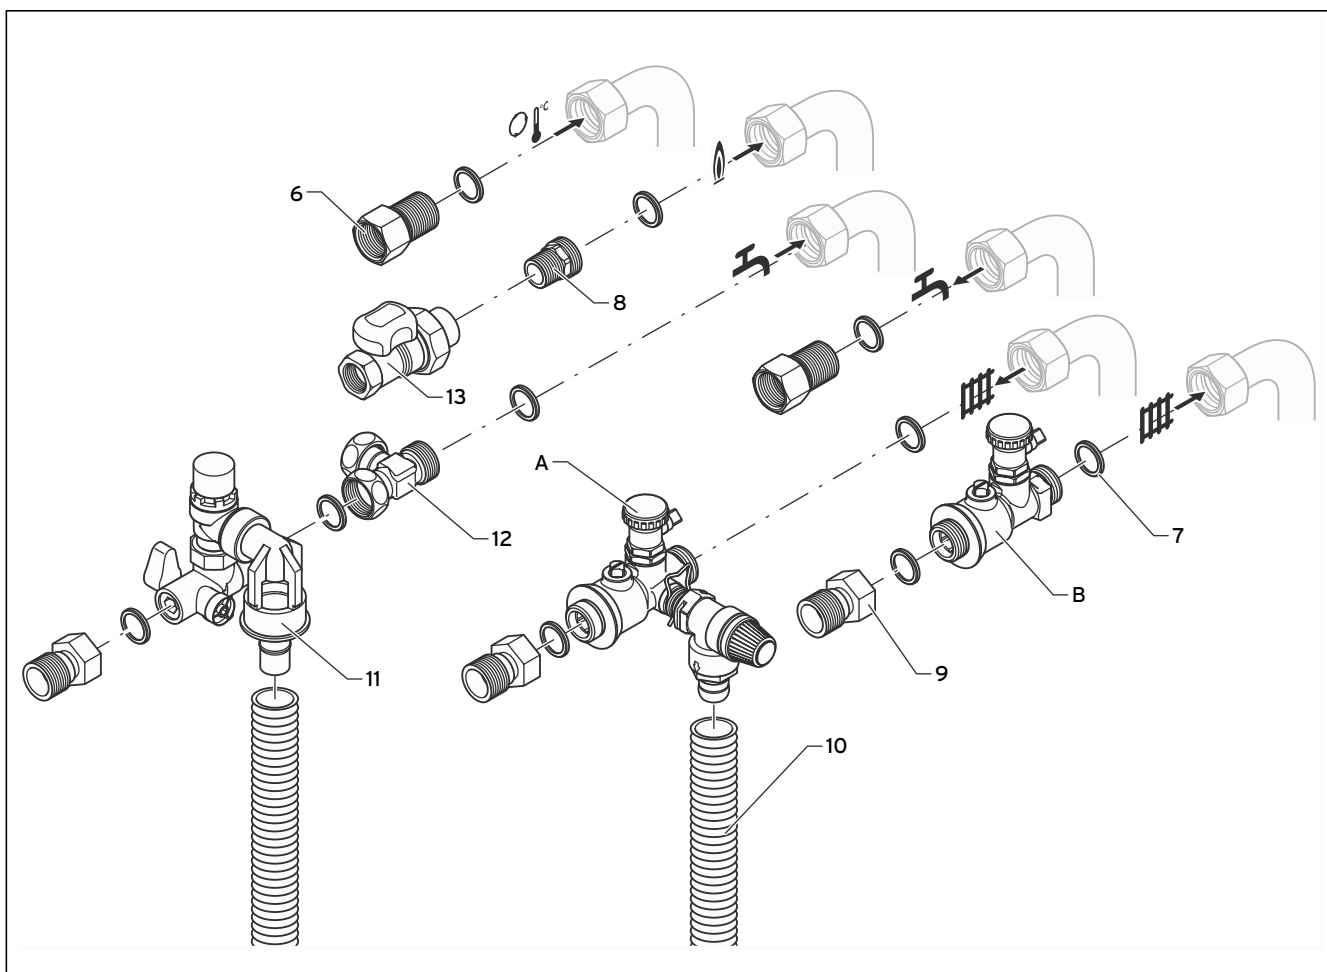

Рис. 4.6 Обзор патрубков прибора
- Монтируйте группу безопасности (11) на патрубке прибора. См. рис. 4.6.
- Монтируйте сливной шланг (10, см. рис. 4.6) на группу безопасности (11).
- Монтируйте соединитель (9, см. рис. 4.6) на группу безопасности (11).
- Подведите линию со стороны дома для питьевой воды к соединителю (9) и, обработав пенькой, вставьте.
- Посредством сливного шланга (10) установите соединение между предохранительным клапаном (24) и сливной воронкой (14).
- Монтируйте тройник (12) с плоским уплотнением на патрубке прибора. См. рис. 4.6.
- Монтируйте группу безопасности (11) с плоским уплотнением на тройнике (12).
- Монтируйте соединитель (9) с плоским уплотнением на группу безопасности (11).
- Монтируйте сливной шланг (10, см. рис. 4.6) на группе безопасности (11).
- Соедините боковой патрубков тройника (12) с расширительным баком питьевой воды.
- Монтируйте соединитель (6) с плоским уплотнением на патрубке прибора для питьевой воды (горячей). См. рис. 4.6.
- Подведите линию со стороны дома для питьевой воды к соединителю (6) и, обработав пенькой, вставьте.